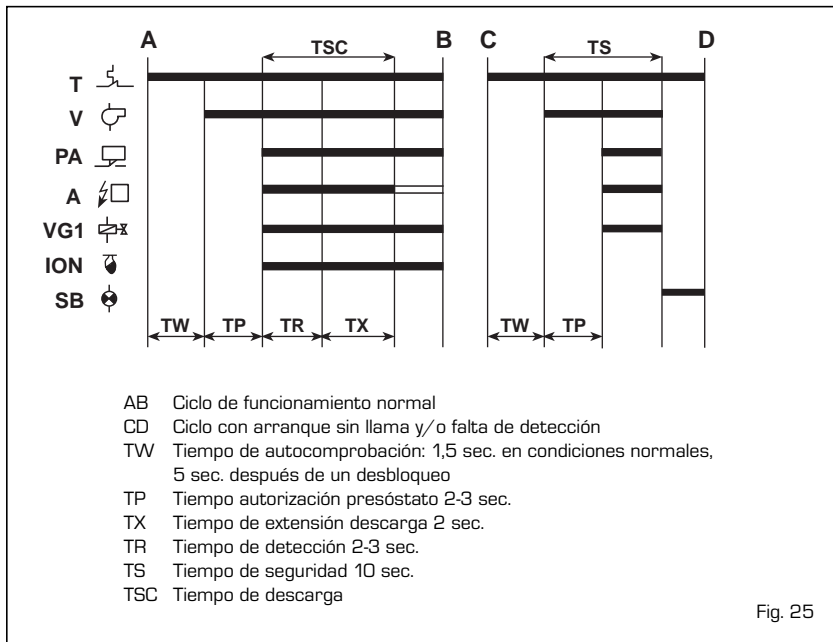

Fig. 25
3.3.2 Ciclo de trabajo (fig. 25)